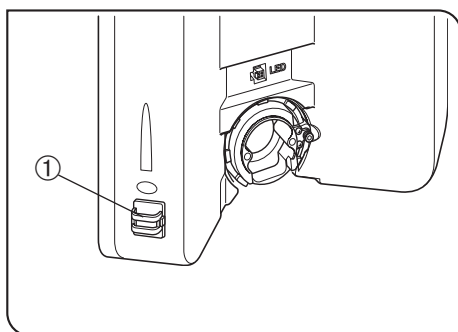

Рис. 36
2 Крепление патрона галогенной лампы (Рис. 36 - 38)
Установка адаптера U-LS30ADP LS30 (рис. 36)
4. Пропустите кабель лампы через держатель кабеля ① (рис. 36).